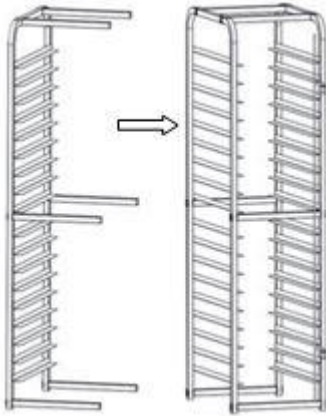

Рис. 1:
7. Прикрепить 6 вставок на второй боковой части, используя шайбы и винты, как описано выше. (Рис. 1)